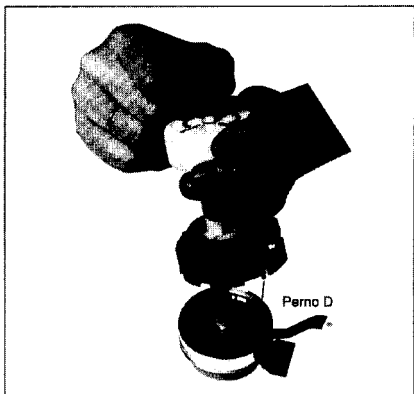

Fig. M7
- Posizionare il disco testine in modo che il perno D del coperchio protettivo entri nel foro dello statore (fig. M7).